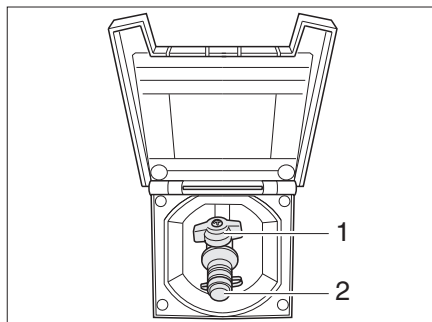

Fig. 82 Raccordement externe de gaz avec robinet d'arrêt de gaz fermé
Le raccordement externe de gaz (Fig. 82) se trouve, selon les modèles, à l'arrière ou sur le côté gauche ou droit du véhicule.
- Raccorder l'appareil à gaz externe sur le raccord (Fig. 82,2).
- Ouvrir le robinet d'arrêt de gaz (Fig. 82,1).